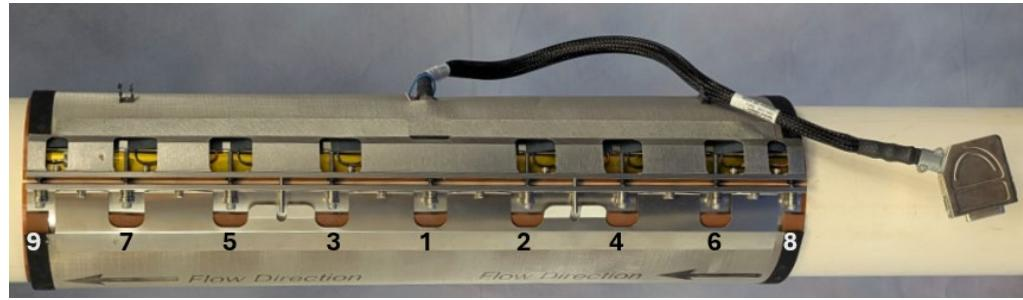
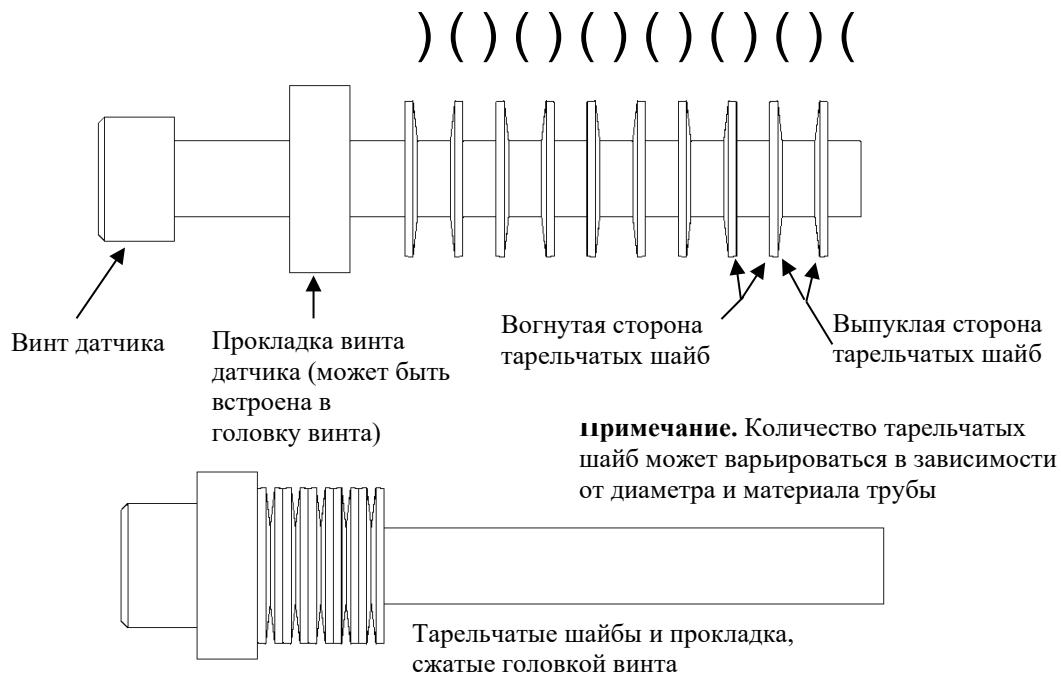
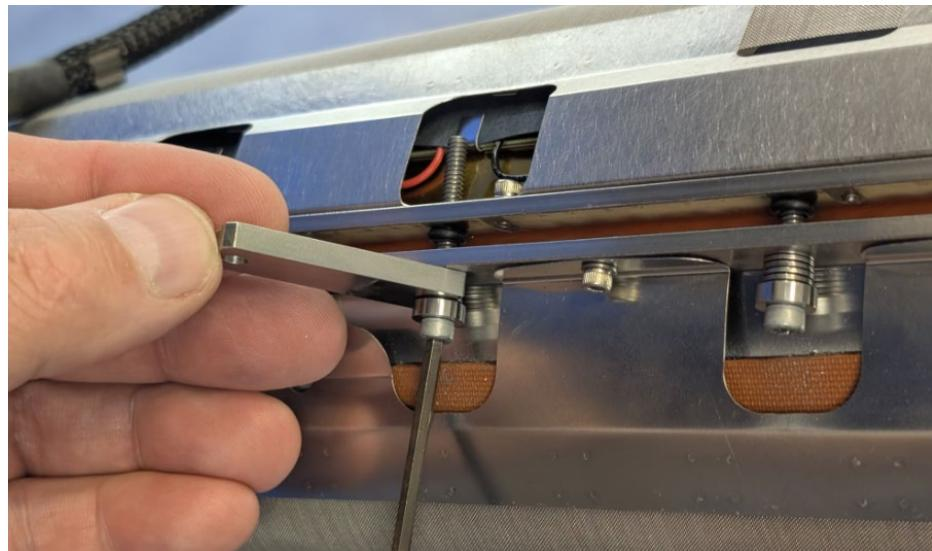

Рис. 2-5: Последовательность затяжки винтов стяжного хомута
Рис. 2-6: Винт стяжного хомута
Рис. 2-8: Приспособление для установки зазора стяжного ХОМУТА, установленное на винте
Для установки стяжного ХОМУТА применяются винты с головкой под шестигранный торцевой ключ размером 7/64" (для винтов типоразмера № 6) или 5/32" (для винтов типоразмера № 10). Информацию о размерах см в Табл. 2-2. Винты необходимо затягивать, начиная с центрального. За одну операцию каждый винт следует затягивать на три-четыре оборота. **Важно!** Используйте поочередную схему затяжки винтов. На Рис. 2-5 показана последовательность затяжки винтов. **Примечание.** Повторяйте процедуру затяжки винтов только до тех пор, пока не начнут скиматься тарельчатые пружины, установленные под винтами. Окончательная сборка ХОМУТА показана на Рис. 2-6.
Ведите приспособление для установки зазора стяжного ХОМУТА между тарельчатыми шайбами среднего винта стяжного хомута и затяните винт так, чтобы приспособление для измерения зазора было плотно зажато ими, но имелась возможность его извлечения. На Рис. 2-8 изображен порядок применения приспособления для установки зазора стяжного хомута. Используйте поочередную схему затяжки винтов, придерживаясь последовательности, изображенной на Рис. 2-5.
1. Затяните винты с 1 по 7 дополнительно на пол-оборота в порядке нумерации, приведенной на Рис. 2-5. Не затягивайте винты 8 и 9 (винты на противоположных концах стяжного ХОМУТА).
1. Начиная с винта 1 на Рис. 2-5, затяните каждый винт дополнительно на пол-оборота в порядке, соответствующем нумерации.